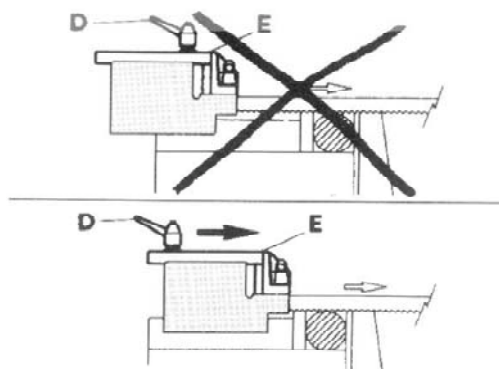

Fig. 2
Din kappemaskin er utstyrt med et styrehode (E) med innebygd vern. Anordningen leder den delen av bladet som utfører kappingen og beskytter samtidig den del av bladet som ikke brukes. For å stille inn dette, tar du løs håndtaket (D) noe og flytter styrehodet (E) enten nærmere eller lengre fra det material som skal kappes (vises tydelig i fig. 2).
- Løsne på håndtaket D (fig. 2) og for bladets styrehode E så langt som mulig i pilens retning, fig. 2.